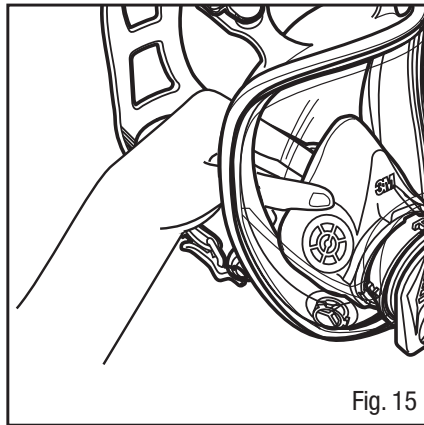

Fig. 15
- Quite el ensamble de copa nasal (excepto en Sistemas 3M™ Powerflow™) al jalarlo del adaptador central dentro de la pieza facial (Fig. 15).
1. Quite el ensamble de copa nasal al jalarlo del adaptador central dentro de la pieza facial (Fig. 15).